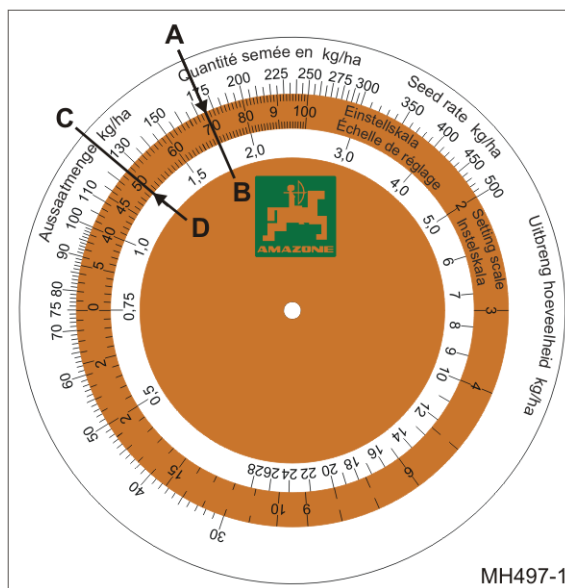

Fig. 88
175 kg/ha (Fig. 88/A)
- o poziția cutiei de viteze 70 (Fig. 88/B)
2. Poziția cutiei de viteze pentru cantitatea de însămânțat dorită de 125 kg/ha (Fig. 88/C). se citește pe discul de calcul.
- Poziția cutiei de viteze 50 (Fig. 88/D).